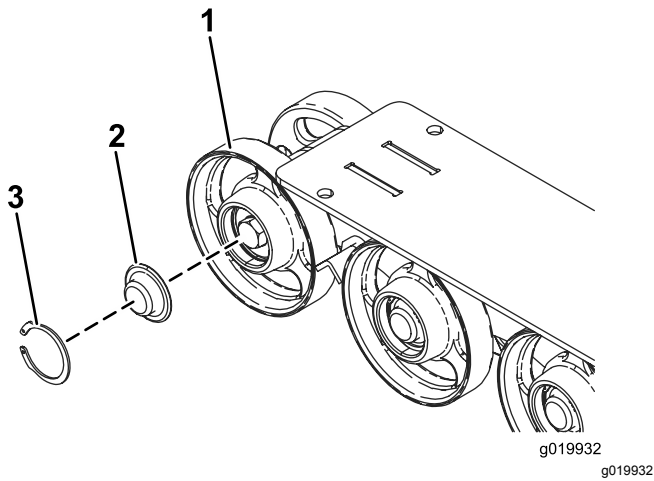

Figura 51
5. Retire o anel de retenção e a tampa da roda de estrada (Figura 51).
6. Verifique a lubrificação debaixo da tampa e em torno da junta (Figura 51). Se estiver suja, com grão ou retirada, limpe todo o lubrificante, substitua a junta e adicione novo lubrificante.
8. Coloque a tampa da roda de estrada lubrificada por cima do perno com cabeça (Figura 51).
9. Fixe a tampa da roda de estrada com o anel de retenção (Figura 51).